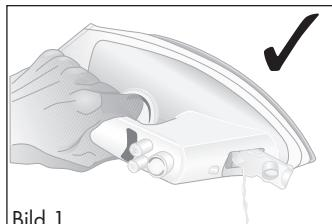
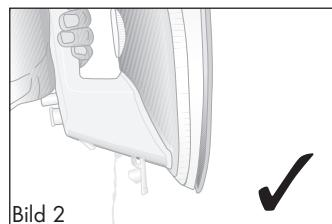

Bild 1
Bild 2
- Töm vattentanken **6** genom att fälla upp locket över påfyllningsöppningen **9** och antingen luta strykjärnet åt sidan (se Bild 1) eller framåt (se Bild 2).